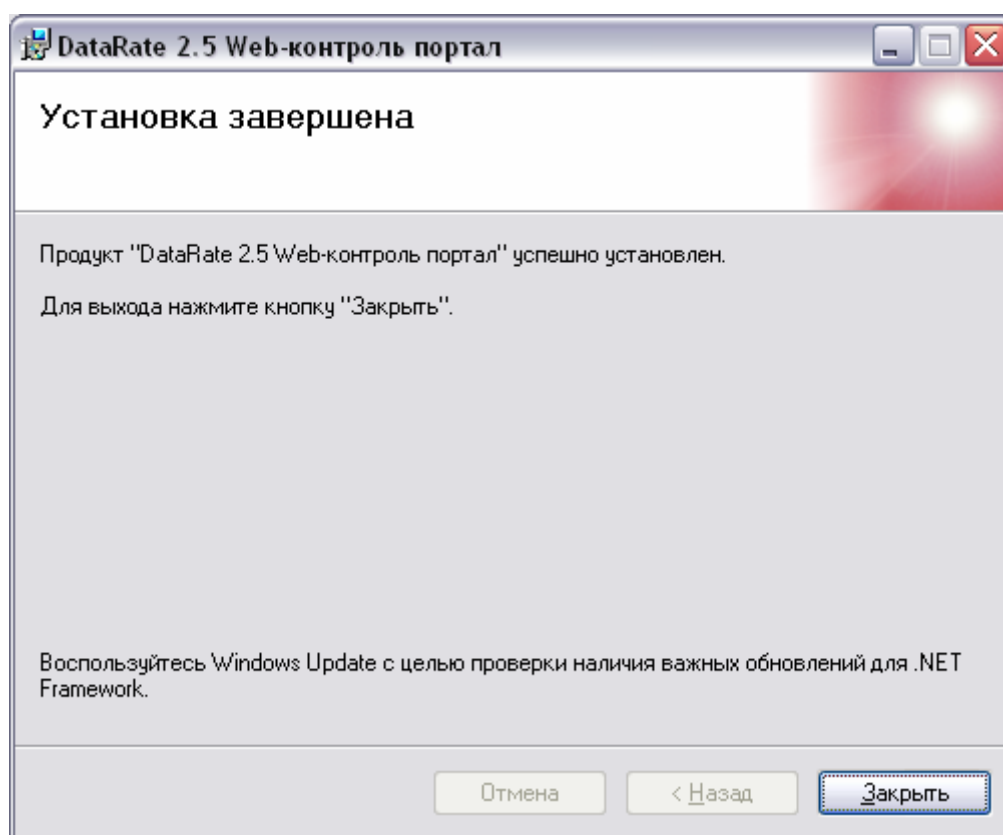

Рисунок 9 - Завершение установки **Web-контроль портала**
- 7) Нажмите кнопку «**Заккрыть**» (рисунок 9). Установка портала **Web-контроль** завершена.